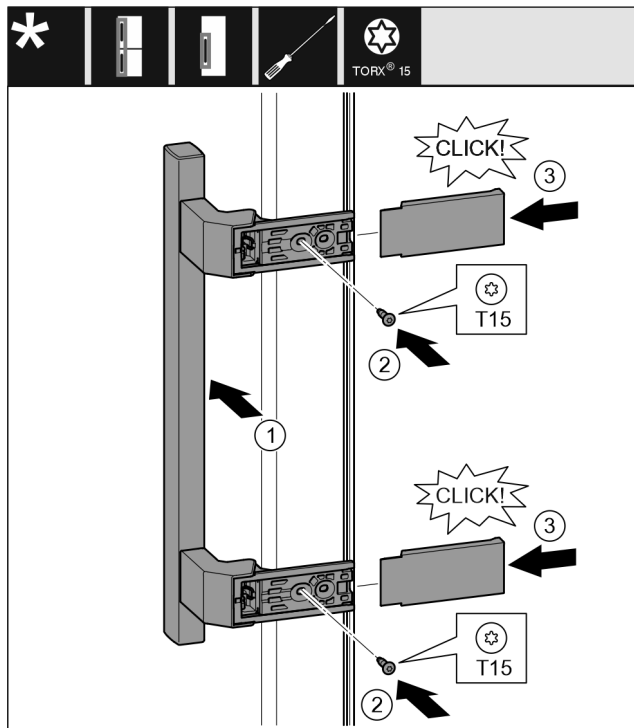

Fig. 19
- ▶ Indsæt grebet på den modsatte side. Fig. 19 (1)
- ▶ Skru skrueerne fast med en T15-skruetrækker. Fig. 19 (2)
- ▶ Sæt sideafdækningerne på i siden, og skub dem på plads. Fig. 19 (3)